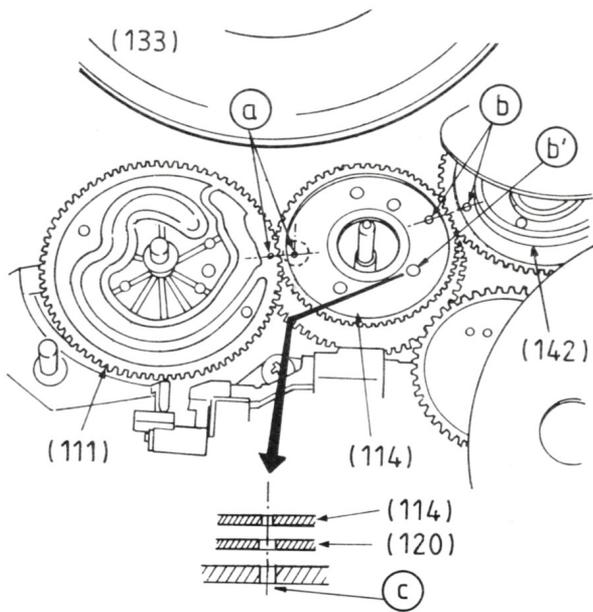

Fig. 48
- Monter le pignon intermédiaire (114) sur la couronne dentée (142). Les trous de repère a sur le pignon intermédiaire (114) et sur la couronne dentée (142) doivent coïncider, de même que le trou de repère b du pignon (114), le trou de repère b de la couronne dentée (120) et le trou de repère c du châssis (Fig.48)